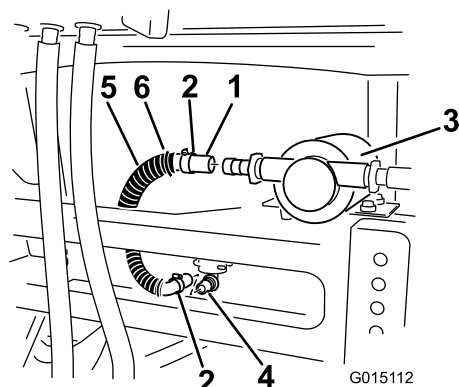

Рисунок 24
3. Установите один конец шланга на прямоугольный штуцер в нижней части промывочного бака (Рисунок 24).
10. Установите крышку поверх насоса и вставьте выступы крышки в пазы элемента рамы (Рисунок 24).